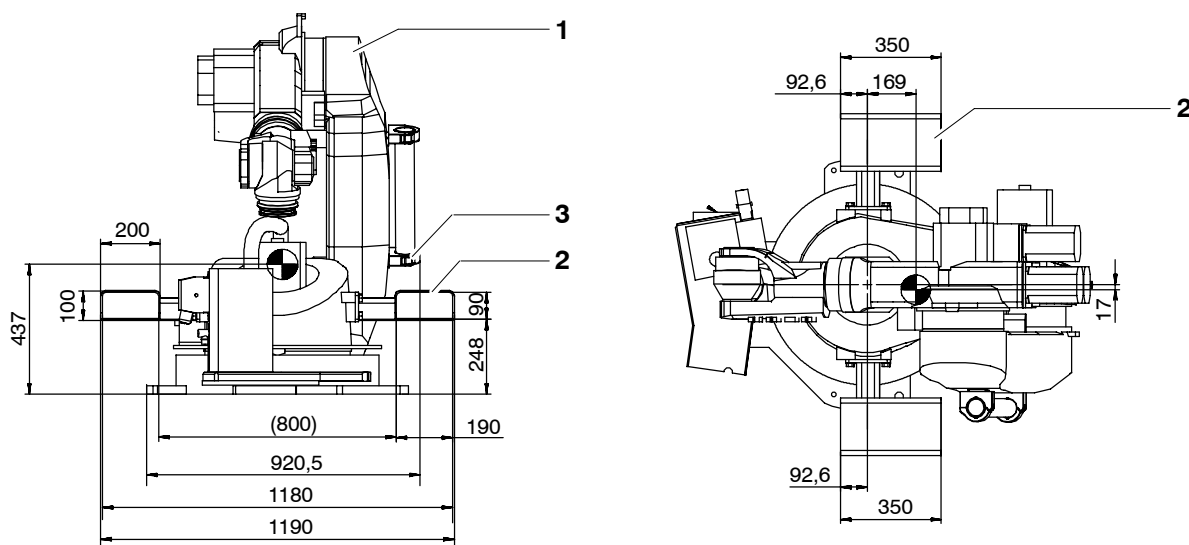

Fig. 50 Poches pour fourches de chariot élévateur
Si une alimentation en énergie est montée, le collier inférieur (Fig. 50/3) à l'épaule doit être démonté et le groupe de flexibles doit être retiré de la zone des fourches à l'aide d'un ruban adhésif.
Le manipulateur (Fig. 50/1) peut également être soulevé avec un chariot élévateur à fourches. Pour le transport avec le chariot élévateur à fourches, les poches (2) (option) doivent être toutes montées correctement.
Pour le transport avec le chariot élévateur à fourches, il faudra monter deux poches traversantes démontables (Fig. 49/2 ou Fig. 50/2) pour les fourches du chariot élévateur sur le bâti de rotation. Le manipulateur (1) peut ainsi être saisi des deux côtés.